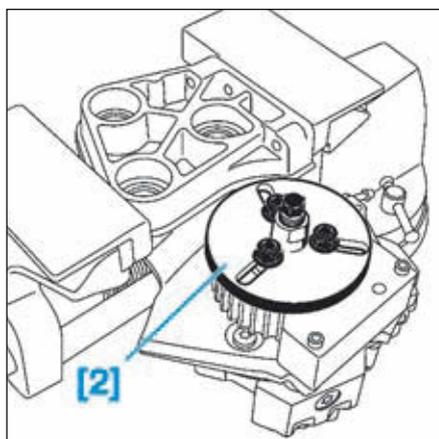

FIG.32
- A l'aide de l'outil [2], déposer la roue dentée (Fig.32).